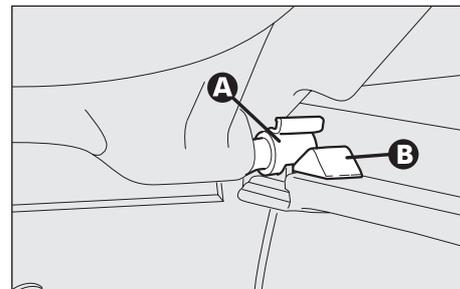

fig. 21
- liberare i perni (**A-fig. 21**) posti all'esterno del ripiano dalle relative sedi (**B**) ricavate nei supporti laterali, quindi rimuovere il ripiano verso l'esterno.